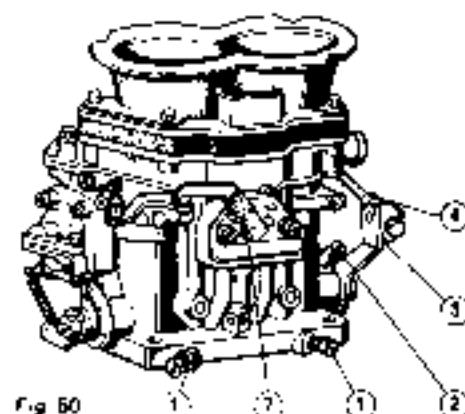
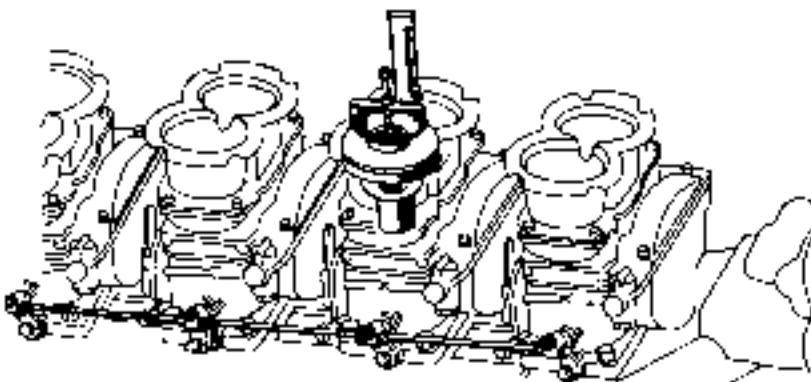
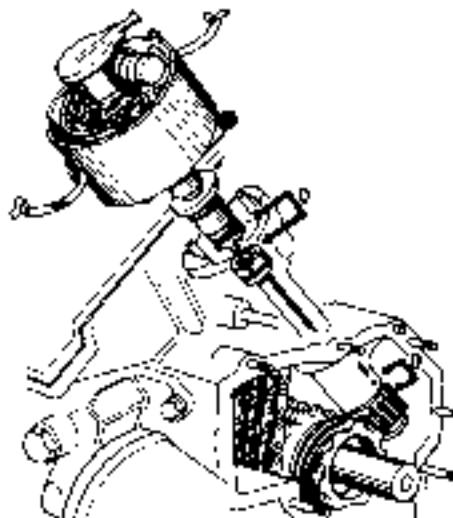

Fig. 50
Fig. 51
Fig. 55
Correttamente installato e funzionante il termostato termometro nominale di temperatura e tutte le parti meccaniche ed elettriche, quindi si deve eseguire l'adattamento tra i vari strumenti del sistema di accensione e il sistema di comando. Per ogni singolo carburatore, avviare il motore per leggere il bilancio di moto (fig. 50), quindi dell'acceleratore (fig. 50, n. 4).
Allentare tutte le viti di regolazione, tenendo d'occhio la posizione del carburatore n. 1 (il più vicino a sedile). Premere l'apposito dispositivo di controllo del comando n. 1 e regolare le primarie, quindi abbassando l'acceleratore (fig. 50), si ottiene una rotazione (fig. 51).
Après montage en fonction du moteur, et à la température normale de fonctionnement, et avec les parties mécaniques et électriques fonctionnellement, vérifier la position entre les diverses pièces du système d'accélération et le système de commandes qui régit les diverses commandes, cela doit être effectué pour obtenir à charge des rapports supplémentaires pour le retour de l'accélérateur (fig. 50, n. 4).
Dévisser toutes les vis de réglage fonctionnement en continu à l'exception de celle du carburateur n. 1 (la plus proche du siège). Presser l'appareil synchronisateur sur une conduite de carburateur n. 1 et régler la vis de ralenti afin que le bilan soit obtenu dans le centre de la buse (fig. 51). Choisir de la vis tourner complètement la mise air cavité du ralenti, et quand utiliser le synchroisseur.
With the engine running at idle speed and at normal running temperature, and with the mechanical and electrical parts working efficiently, verify the distance between the accelerator and the control unit by the accelerator pedal and the control system connecting the various carburetors. This is done to remove the load of the spring added for the return of the accelerator (fig. 50, n. 4).
Loosen all the idle adjustment screws except that of the carburetor No. 1, and the one closest to the seat. Press the synchronizer apparatus onto a conduit of the carburetor No. 1 and adjust the screw of the instrument so that the float oscillates at the center of the vessel (fig. 51). Attempt not to turn the carburetor float until complete when the synchronizer is used. Shift the synchronizer onto the adjacent carburetor and work the regulator of the ralenti and of the motor. After synchronization, do not close the flux. In addition, align at the center of the vessel. Repeat the operation on the carburetors and on the remaining two sites.
- Posizionare accuratamente i valvoli regolatore (Fig. 50 n. 2) di calibrazione (mentre il motore è fermo) controllando con le appendici di controllo della propria altezza senza misurare un aumento del regime di 1000 c.p.
- Da qui si comando acceleratore (Fig. 50 n. 4) della vettura, dato al pozzo acceleratore e riconfigurare i carburatori nel sincronismo.
In caso di smontaggio del motore, per ottimizzare la guida fissazione, occorre come espresso nel cerco riportare l'elenco e manovella lungo l'asse con le careseggiate di uno o più cilindri analogo a sostituzione dell'elenco a manovella con i ruote e contrassegnare il suo numero alla frequenza (Fig. 55).
Quando ottenuta questa coincidenza, il posizionamento del primo cilindro deve essere di circa 90 gradi visto dal lato di giù del cassone motore a P.M.S. Contemporaneamente alla coincidenza, il segnale di sincronizzazione deve essere al 100% del rapporto di rotazione del motore. Il rapporto di rotazione deve essere a manovella e testina collocata con lo stesso ordine precedente (Fig. 55-A).
Ripetere le opere di regolazione già fatte (Fig. 50 n. 1) dei carburatori, mantenendo una quantità uniforme di aria di un funzionamento corretto del motore. Eventualmente d'indagare l'elenco (Fig. 55) e una buona a 10000 giri/min. su base, osservando sulla camminata, la diminuzione di regime per il motore dove i valori di 1000 c.p.
Per ottenere la coincidenza le opere di regolazione (Fig. 50 n. 2) dei carburatori restano simili alle anteriori, in quanto con le appendici di controllo delle proprie altezza senza misurare un aumento del regime di 1000 c.p.
Da qui si comando acceleratore (Fig. 50 n. 4) della vettura, dato al pozzo acceleratore e riconfigurare i carburatori nel sincronismo.
Regolare le valvole di regolazione (Fig. 50 n. 1) dei carburatori con una uniforme apertura in modo da ottenere corretto funzionamento del gruppo, se necessario, rimuovere (10-12), successivamente, le valvole di base, osservando sulla camminata, la diminuzione di regime per il motore dove i valori di 1000 c.p.
Regolare la camminata acceleratore (Fig. 50 n. 4) della vettura, dato al pozzo acceleratore e riconfigurare i carburatori nel sincronismo.
— Controllare la camminata acceleratore (Fig. 50 n. 4) della vettura, dato al pozzo acceleratore e riconfigurare i carburatori nel sincronismo.
Remove the crankshaft so as to bring the main bearing with the oil or the lifting gear on the crankshaft into line with the related matching-marks, 6 or 12 on the left-hand flywheel of Fig. 55.
When these coincidences are achieved, the piston of the first cylinder under the main cylinder of the right-hand head when the flywheel is at a stop should be at T.D.C. At the same time ensure that the 6 marked corresponds to a tooth of the intermediate triple gear between crankshaft and head, is in line with the 6 mark on the base (Fig. 55-A).
Die beiden Zylinder müssen auf 9,8 bestimmte Werte stimmen, ohne ungewöhnlich die Wellen zu ziehen (Abb. 55, Seite 76), um die Phaseneinstellung zu kontrollieren, wie nachstehend beschrieben vorgehen: